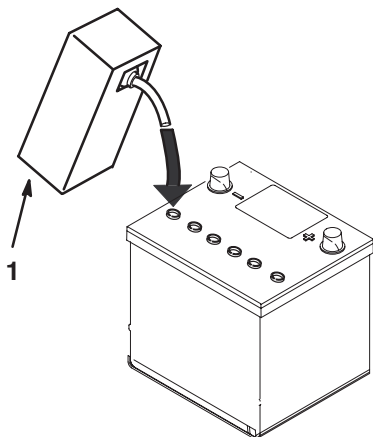

Figure 18
4. Attendez environ 20 à 30 minutes pour que les plaques aient le temps de s'imprégner d'électrolyte. Faites l'appoint au besoin pour amener le niveau de liquide à 6 mm en dessous du creux de remplissage (Fig. 18).